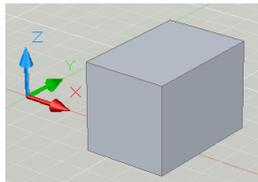

Рис. 11.10 Ящик
**2 Команда Ящик** дозволяє створювати ящики (рис.11.10). При створенні потрібно вказати точку першого кута, потім другого кута ящика і задати його висоту.